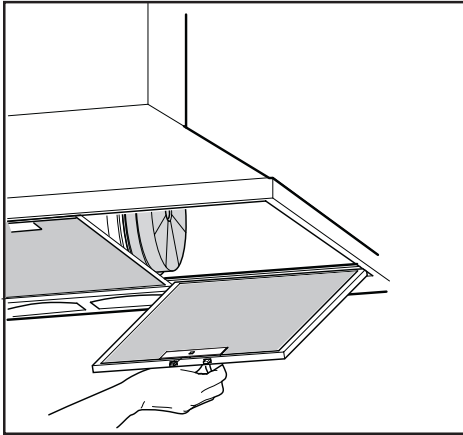

Fig.6
- La distanza minima fra la superficie di supporto dei recipienti di cottura sul dispositivo di cottura e la parte più bassa della cappa da cucina deve essere di almeno 65 cm. Se dovesse essere usato un tubo di connessione composto di due o più parti, la parte superiore deve essere all'esterno di quella inferiore. Non collegare lo scarico della cappa ad un condotto in cui circoli aria calda o utilizzato per evacuare fumi degli apparecchi alimentati da un'energia diversa da quella elettrica. Prima di procedere alle operazioni di montaggio, per una più facile manovrabilità dell'apparecchio disinserire i filtri/anti grasso (Fig.6).
Falls ein Verbindungsrohr verwendet wird, das aus zwei oder mehr Teilen zusammengesetzt ist, muss der obere Teil über den unteren gestülpt werden. Auf keinen Fall darf das Abluftrohr der Küchenhaube an ein Rohr angeschlossen werden, in dem Warmluft zirkuliert oder das zur Entlüftung von Geräten verwendet wird, die an eine andere Energiequelle als an Strom angeschlossen sind. Vor der Durchführung der Montagevorgänge, den/die Fettfilter entfernen, damit sich das Gerät leichter handhaben lässt (Abb.6).